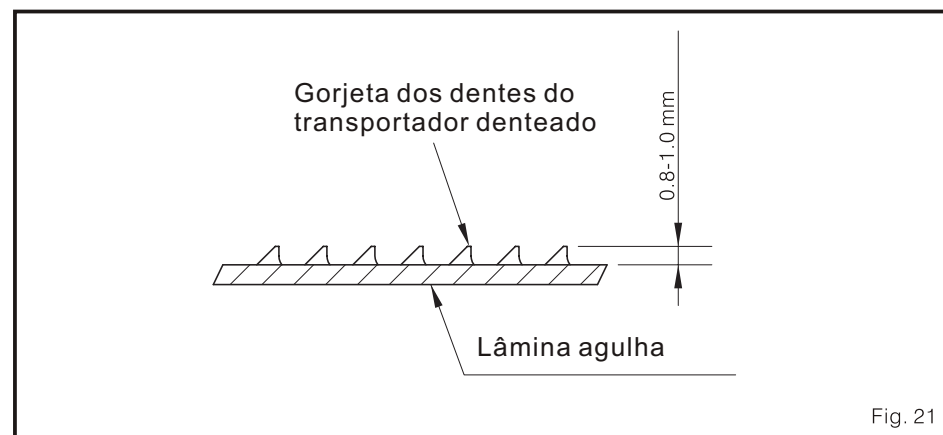

Fig. 21
- (1) quando os dentes do transportador denteado estiverem no ponto superior, a gorjeta do mesmo deve ser acima de 0.8-1.0 mm que a superfície da lâmina agulha. (Fig. 21)